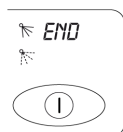

Fig.17
- 12- Attendre sur l'afficheur l'indication "END" cycle terminé. Ouvrir la porte et enlever le panier. (Fig.17)